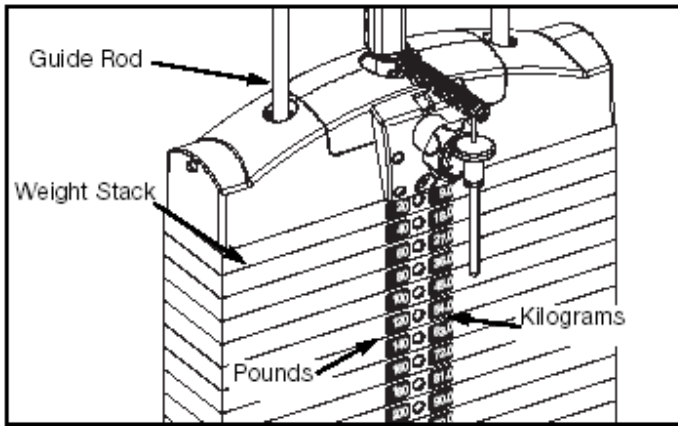

Figura 3
E. Remova com cuidado o lado dianteiro, saindo dos decalques que aderem às placas do peso. Veja Figura 3.